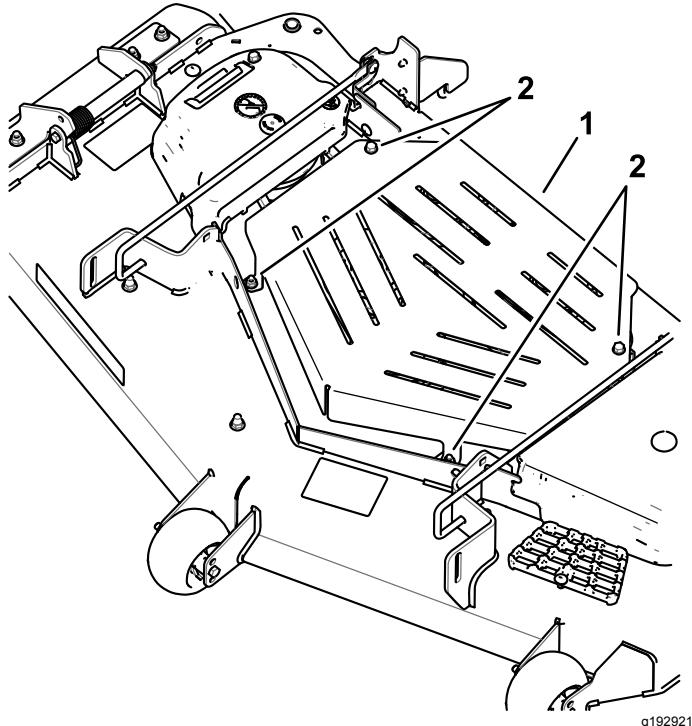

Bild 40
2. Lösen Sie die zwei vorderen Schrauben und nehmen Sie die Blechschutzvorrichtung ab, um die Mähwerkriemen und die Spindeln zugänglich zu machen (Bild 40). Setzen Sie die Blechschutzvorrichtung nach der Wartung auf und ziehen die Schrauben an.